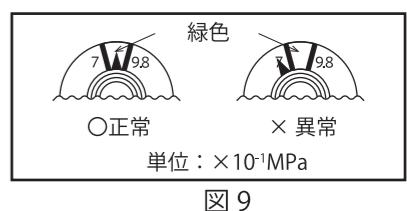

図9
- 指示圧力計の指針が緑色の範囲内（0.7～0.98MPa）に入っている（図9）